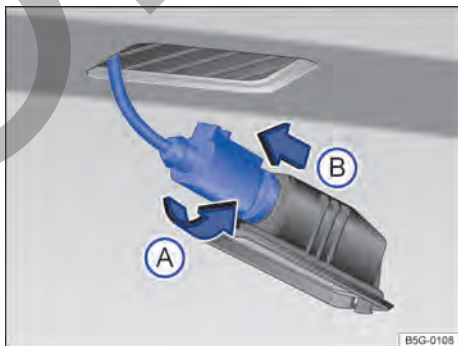

Fig. 167 Luz de la placa de licencia: desinstalar el portalámparas.
- 3 Girar el portalámparas en **sentido antihorario** → fig. 167 (A), y retirar el soporte junto con la bombilla (B).
- 7 Colocar el soporte de la lámpara en la luz de la placa de licencia y presionar en sentido contrario al de la flecha (A) hasta el tope.